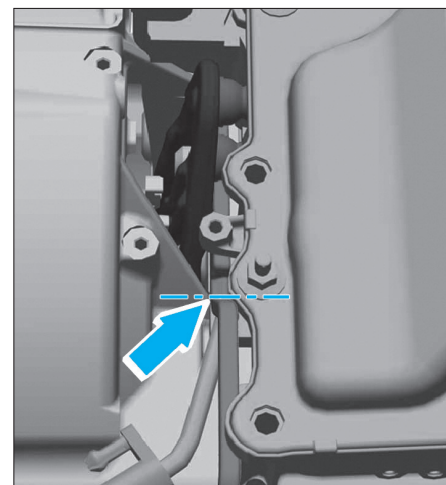

Fig. 14
- Introduire le levier de montage [1] jusqu'à ce que la gorge soit alignée avec les nervures du bloc (Fig.14).